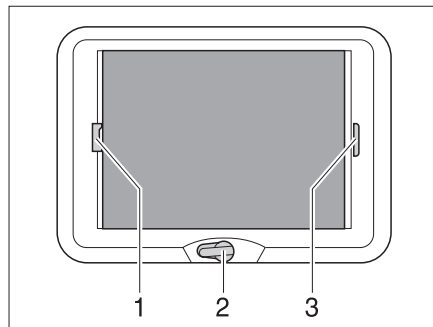

Fig. 76 Claraboya de manivela
- Girar la manivela (Fig. 76,2) hasta que se note resistencia (ángulo de apertura máx. 70°).
- Tirar del asidero (Fig. 76,3) del estor plegable y soltarlo en la posición deseada. El estor plegable se queda fijo en esta posición.
- Tirar del asidero (Fig. 76,1) de la protección contra insectos hacia el asidero opuesto del estor plegable (Fig. 76,3) y hacerlos engatillar.
- Presionar el tirador de la protección contra insectos (Fig. 76,1) por la parte de atrás hacia arriba y desengancharla del estor plegable (Fig. 76,3).